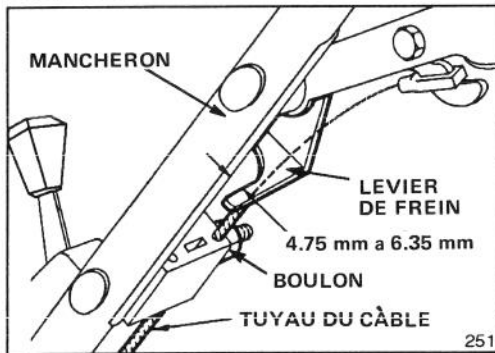

Figure 30
2. VERIFIEZ LE REGLAGE (Fig. 30) — Déplacez la barre de commande vers le guidon jusqu'à ce que le "mou" du fil soit supprimé. L'espace entre le levier de frein et le guidon doit être d'1/8" à 3/16" (3 mm à 4.75 mm). Voir point 3 pour le réglage.
3. REGLEZ LE TUYAU DU CÂBLE — Desserrez l'écrou sur le support du câble (Fig. 30). Insérez un objet d'1/8" à 3/16" (4.75 mm à 6.35 mm) entre le levier de frein et le guidon. Tirez sur le câble cers le bas jusqu'à ce que le "mou" soit éliminé. Puis resserrez l'écrou.